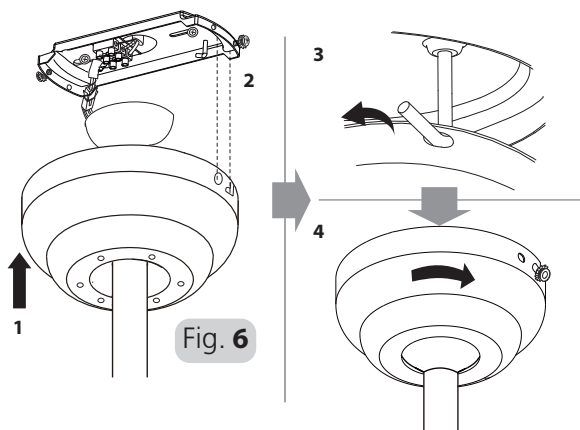

Fig. 6
3. Befestigen Sie die Haube an der Halterung, indem Sie die Seitenlöcher der Haube mit den Seitenlöchern der Halterung ausrichten. Lüfter anheben, bis die Schrauben den Boden der Schlitze erreichen, und dann die Haube gegen den Uhrzeigersinn drehen, bis die Schrauben in die Schlitze einrasten. Siehe Abb. 6.
3. Attach canopy to the bracket by aligning canopy side holes with the bracket side holes. Lift fan until the screws reach the bottom of the slots and then rotate the canopy counterclockwise until the screws drop into the slot recesses. Refer to Fig. 6.
3. Fixez le boîtier au support en alignant les trous latéraux du boîtier sur les trous latéraux du support. Soulevez le ventilateur jusqu'à ce que les vis atteignent le bas des fentes puis tournez le boîtier dans le sens inverse des aiguilles d'une montre jusqu'à ce que les vis entrent dans la cavité des encoches. Voir Figure 6.
3. Collegare la calotta alla staffa allineando i fori laterali della calotta con i fori laterali della staffa. Sollevare il ventilatore fino a che le viti raggiungono il fondo delle fessure e quindi ruotare la calotta in senso antiorario in modo che le viti entrino nelle cavità delle fessure. Vedere la fig. 6.
3. Bevestig de plafondkap aan de beugel door de zijgaten van de plafondkap uit te lijnen met de zijgaten van de beugel. Til de ventilator op tot de schroeven de bodem van de gleuven bereiken en draai vervolgens de kap linksom tot de schroeven in de uitsparingen van de gleuven vallen. Zie Fig 6.
3. Prenda a cobertura ao suporte alinhando os furos laterais da cobertura com o furos laterais do suporte. Levante a ventoinha até que os parafusos atinjam a parte inferior das ranhuras e de seguida rode a cobertura no sentido contrário ao dos ponteiros do relógio até que os parafusos encaixem nas reentrâncias da ranhura. Consulte a Fig 6.
3. Прикрепите колпак к кронштейну, выровняв боковые отверстия колпака с боковыми отверстиями кронштейна. Поднимите вентилятор, чтобы винты достигли дна отверстий, а затем поверните колпак против часовой стрелки, пока винты не попадут в углубления. См. рис. 6.
- Przymocować osłonę do uchwytu, wyrównując w jednej osi jej otwory boczne z otworami bocznymi uchwytu. Unieść wentylator na taką wysokość, aby śruby sięgnęły dolnej części gniazd, po czym obrócić osłonę w prawo do momentu, w którym śruby znajdują się we wgłębieniach gniazd. Patrz rys. 6.